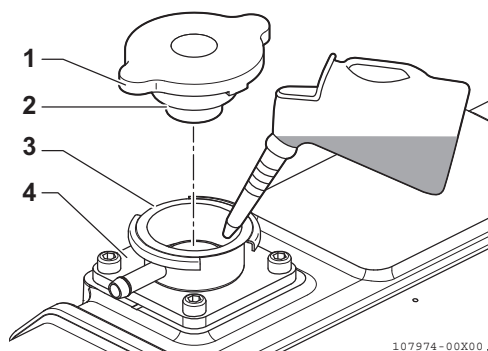

Figura 11
3. Versare lentamente il liquido di raffreddamento nel relativo serbatoio (**Figura 11, (4)**) per evitare la formazione di bolle d'aria. Versare finché il liquido non fuoriesce dal bocchettone di rifornimento.
4. Far combaciare le linguette del tappo del bocchettone (**Figura 11, (2)**) con le incisioni sul condotto di rifornimento (**Figura 11, (3)**) e stringere con cura il tappo del bocchettone (**Figura 11, (1)**).